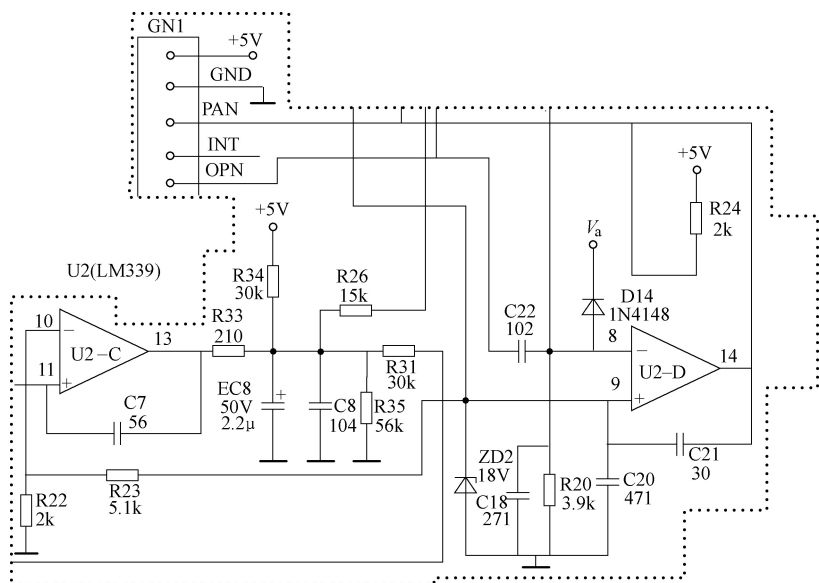

图 4-12 C18 相关电路截图
**维修笔记** C18 相关电路截图如图 4-12 所示。